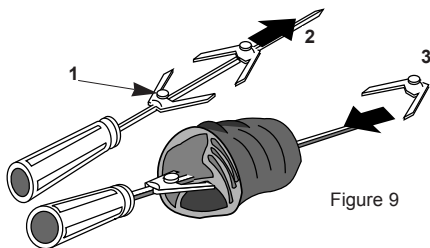

Figure 9
Dévissez la vis-papillon de la fourche (1) et retirez-la de la broche. Préparez la pièce de viande comme il se doit et embrochez-la. Remplacez la fourche et serrez la vis-papillon (voir figure 9).